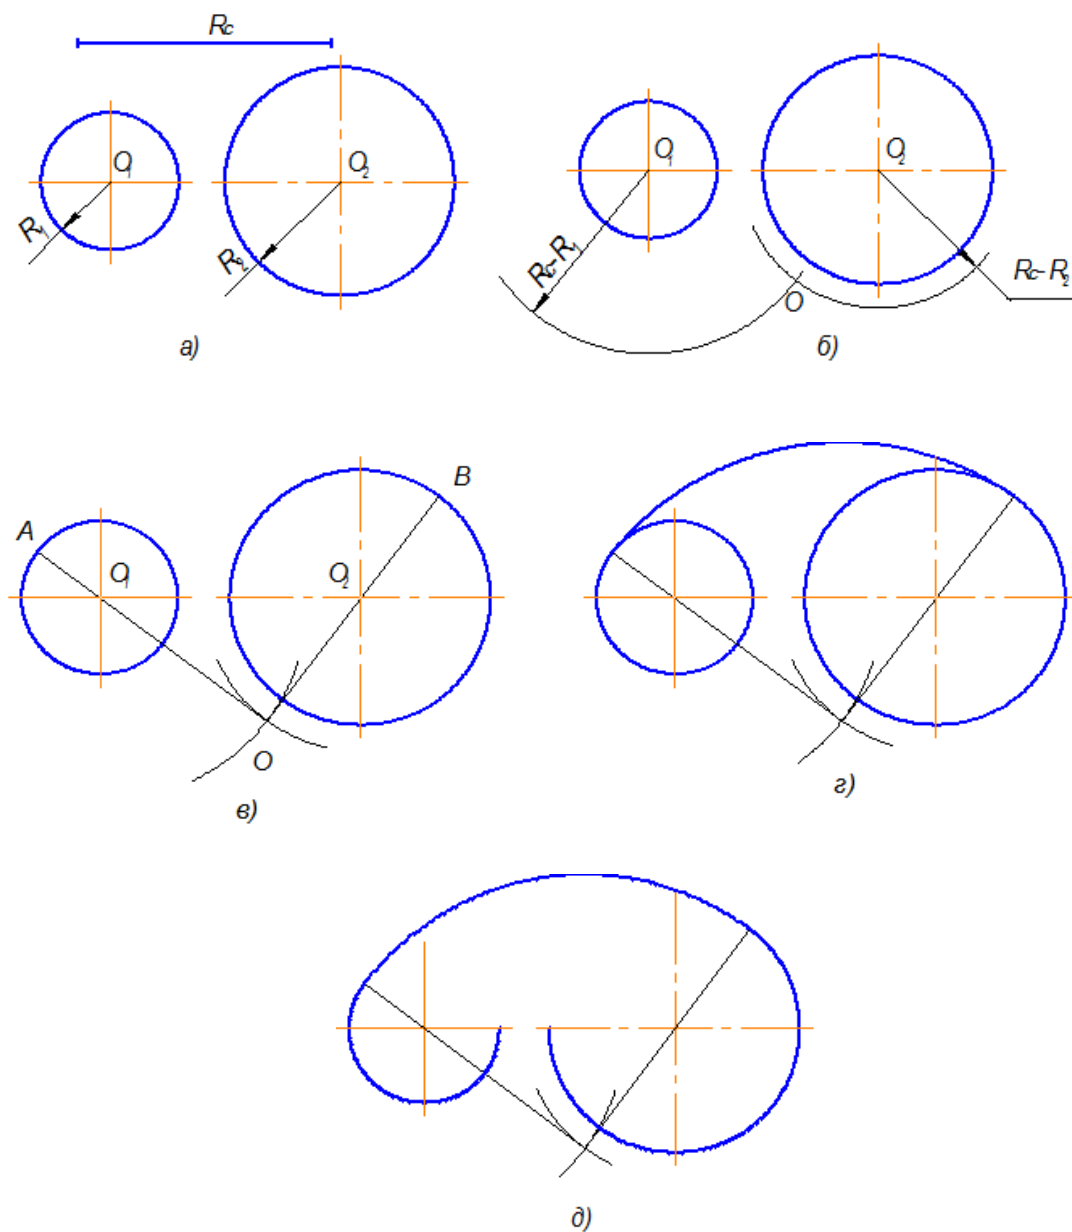

Рисунок 14 - Внутреннее сопряжение
Сопряжения двух дуг. Внутреннее сопряжение (рис.14).
1. Найти центр сопряжения O (рис. 14б). Для этого из O1 и O2 сделать засечки радиусами, равными разностям: $R_c - R_1$; $R_c - R_2$;
2. Найти точки сопряжения A и B (рис.14в). Для этого нужно соединить точку O с O1 и O2 и продолжить до пересечения с заданными окружностями: OO1A; OO2B.